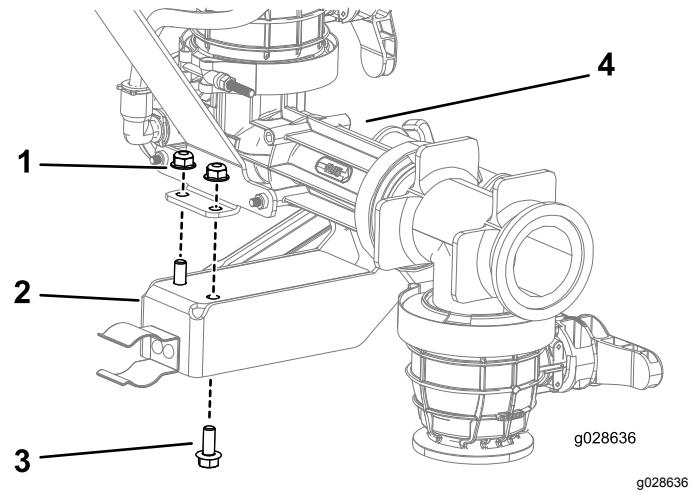

Figure 11
1. Fixez la poignée sur le mélangeur au moyen de 2 boulons à embase et de 2 écrous à embase (Figure 11).